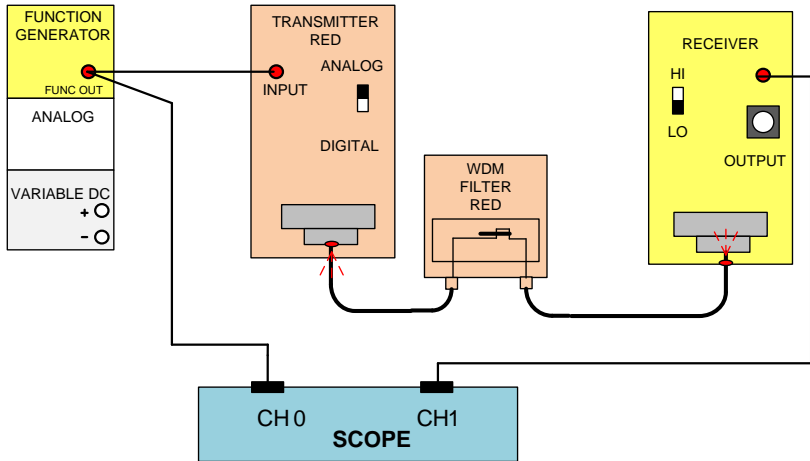

Рис.6. Схема соединений оптического модуля передачи с красным светофильтром и фотоприемником
18. Соберите схему, как показано на рис. 6, используя **красный** светофильтр.